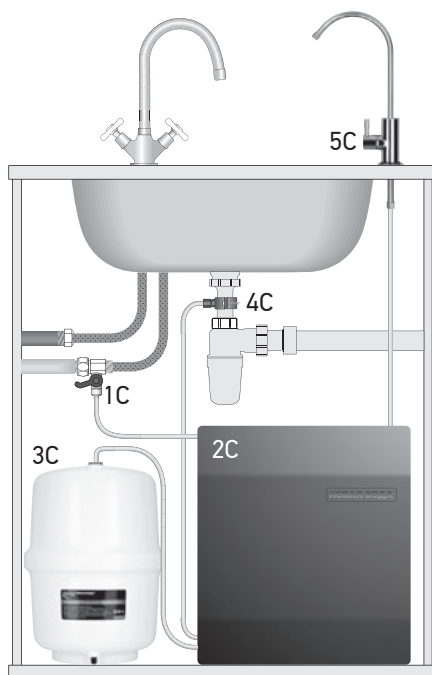

Рис. 4. Схема подключения системы Expert Osmos.
Возможна установка рядом или под мойкой с навесной корпуса фильтра на стену (Рис.4).
- Установить в водопроводную магистраль холодной воды тройник с шаровым краном (1C) (см. Рис.4).
- Собрать с помощью входящей в комплект поставки пластиковой трубки (шлангов) систему «магистраль → система обратного осмоса → кран» в соответствии со схемой подключения (Рис. 4).
Для работы в нормальном режиме должен быть открыт кран подачи воды (1С), открыт кран на накопительном баке (3С), закрыт кран для чистой воды (5С) (см. Рис.4). При этом очищенная вода накапливается в баке (3С). Когда бак наполнится, система прекратит выработку очищенной воды автоматически.